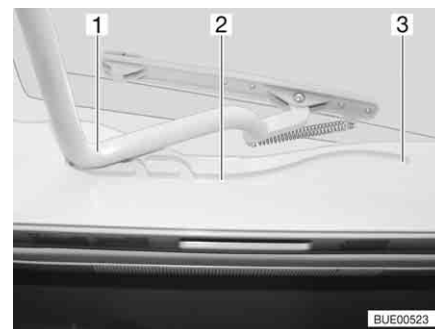

Fig. 96 Lanterneau Heki, glissière
- Tirer l'étrier (Fig. 96,1) dans les glissières (Fig. 96,2) jusqu'à la position la plus reculée (Fig. 96,3).
- Pousser l'étrier (Fig. 96,1) légèrement vers le haut avec les deux mains.
- Tirer l'étrier dans les glissières (Fig. 96,2) jusqu'à la position souhaitée.